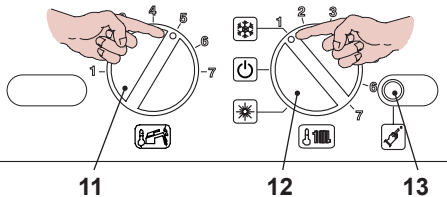

Fig. 7.9
- Posizionare la manopola di regolazione temperatura sanitari 11, e il selettore di funzione 12 come in Fig. 7.9.
- Per settare la pressione di accensione del bruciatore bisogna entrare in programmazione premendo per 15 secondi il pulsante di ripristino 13 in Fig. 7.9 fino alla comparsa del parametro **P01** sul display LCD; sul display LCD compare la seguente visualizzazione (la sequenza **P01** si alterna --- --).
- Premere il pulsante di ripristino 13 in Fig. 7.9 per lo scorrimento dei vari parametri sino al raggiungimento del parametro **P14** valido per il settaggio della pressione d'accensione del bruciatore; sul display LCD compare la seguente visualizzazione (la sequenza **P14** si alterna al valore **135**).
- Per cambiare il settaggio ruotare la manopola regolazione temperatura sanitari 11 in Fig. 7.9 e posizionarla nella posizione pre-scelta.